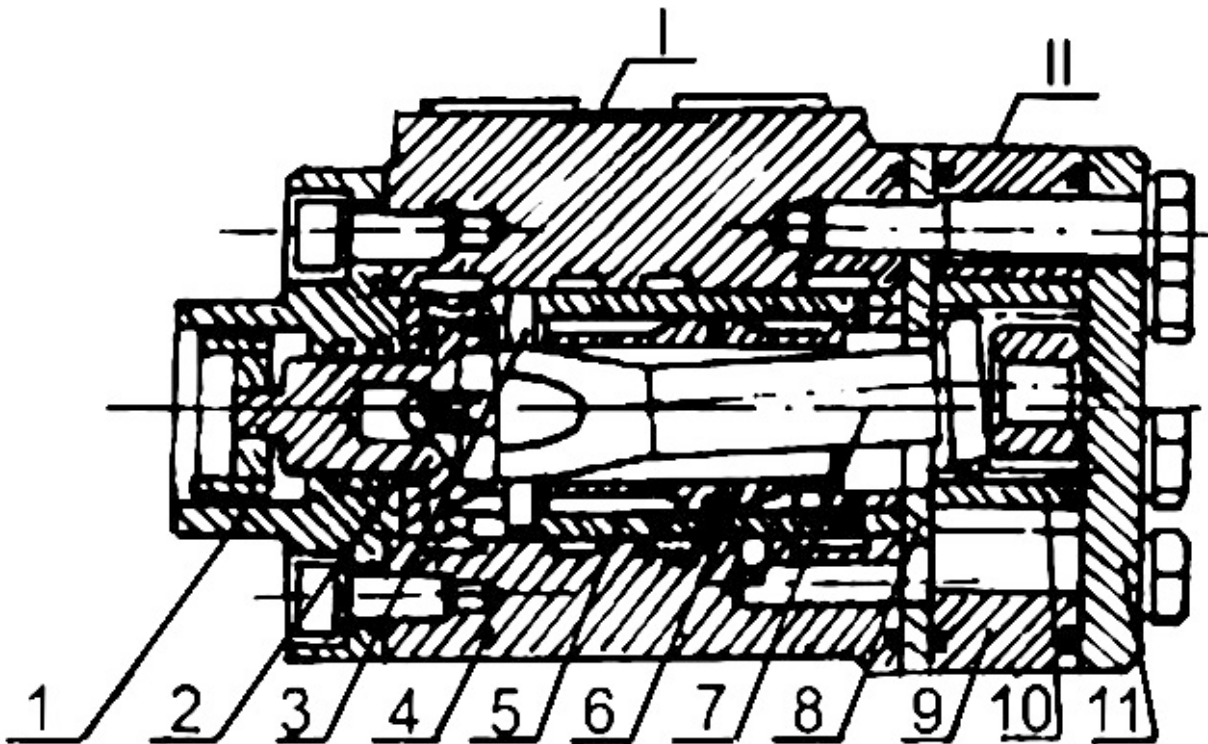

Рис. 11. Схема насоса дозатора.
- Насос дозатора (Рис. 11) состоит из двух элементов: распределительного блока и гидромотора обратной связи.
- Распределительный блок (I) состоит из корпуса (4), золотника (2), гильзы (5), комбинированного уплотнения в составе резинового и защитного колец, упорного подшипника и пыльника, запрессованного в кольцевую проточку в верхней части корпуса.
- Золотник занимает фиксированное положение в гильзе посредством штифта (3) и пластинчатых пружин, вставленных через пазы золотника и гильзы, и имеет возможность при приложении момента поворачиваться относительно гильзы на угол 15° в обе стороны.
- Гидромотор обратной связи состоит из венца (9), звезды (10), крышки (11) и распределительного диска (8). Вращение от звезды к паре «золотник-гильза», или наоборот, передается карданом (7). Все элементы гидромотора стягиваются с корпусом болтами.
- В нейтральной позиции золотника (2) с гильзой (5), рабочая жидкость, подаваемая насосом питания, поступает по каналам корпуса, сверлениям гильзы и золотника на слив в бак.
- Во время поворота рулевого колеса поворачивается золотник (2) и открывается проход рабочей жидкости через гидромотор обратной связи к соответствующему отверстию и далее к силовому цилиндру поворота, при этом через второе отверстие силового цилиндра рабочая жидкость сливается обратно в бак. Управляемые колеса поворачиваются.
- Рабочая жидкость, проходя через гидромотор обратной связи, вращает звезду (10), связанную с гильзой (5) через кардан (7) и штифт (3).
- Когда прекращается поворот рулевого колеса и золотника (2), гильза (5) доворачивается до исходного относительно золотника (2) положения, при этом рабочая жидкость от насоса рулевого управления сливается в бак, а отверстия к силовому цилиндру перекрываются.